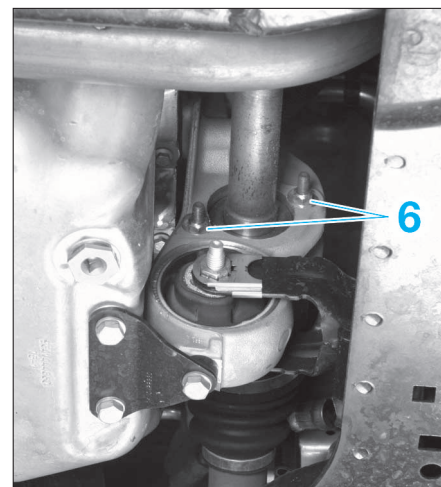
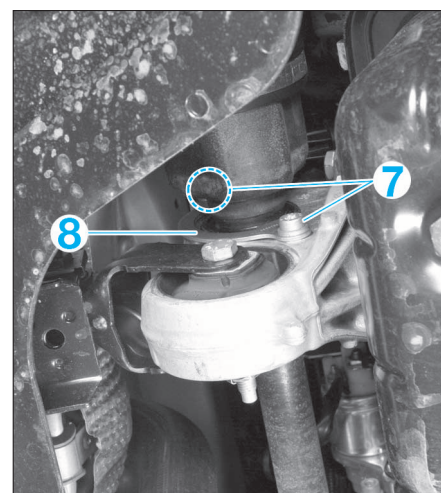

FIG. 4
FIG. 5
- 1er cas (Fig.4) :
- desserrer les écrous (6)
- 2ème cas (Fig.5) :
- desserrer les vis (7)
- déposer la vis (7) inférieure
- déposer la plaque de maintien (8)